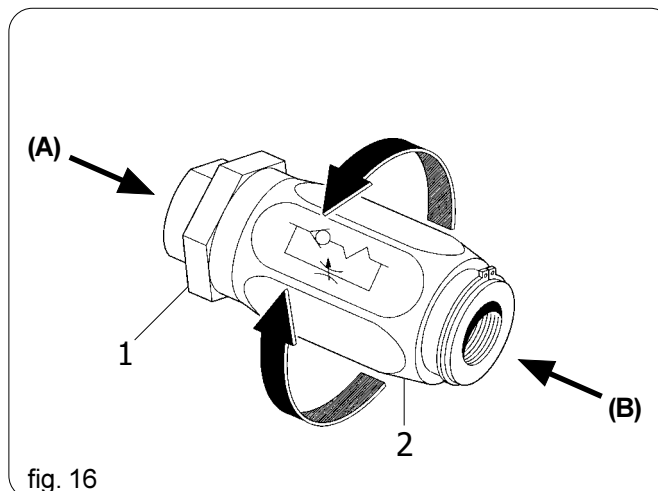

fig. 16
Gli impianti oleodinamici in dotazione sono integrati con regolatori di flusso unidirezionali (fig. 16) che permettono di regolare la quantità d'olio, in apertura od in chiusura a seconda del senso di montaggio degli stessi.
The hydraulic systems provided come equipped with one-way flow regulators (Fig. 16) which allow for the regulation of the quantity of oil during opening or closing, depending on how the regulators have been installed: Flow from A to B, free; Flow from B to A, choked (regulated). To regulate, loosen the lock nut (1) and turn the knob (2). Once this adjustment has been made, re-tighten the lock nut.
Die mitgelieferten öldynamischen Anlagen sind mit Flußreglern (Abb. 16) ausgestattet, die eine Einstellung der Ölmenge beim Öffnen oder Schließen je nach Montagerichtung derselben ermöglichen: Fluß von A nach B frei; Fluß von B nach A gedrosselt (eingestellt). Die Feststellnutmutter (2) lockern und den Drehknopf (3) zwecks Einstellung drehen. Nach der Einstellung ist die Feststellnutmutter wieder festzuziehen.
Les installations oléodynamiques en dotation sont équipées de régulateurs de flux unidirectionnels (fig. 16) permettant de régler la quantité d'huile, en phase d'ouverture ou de fermeture selon leur sens de montage: Flux de A à B libre; Flux de B à A étranglé (régulé). Desserrer l'écrou de blocage (2) et tourner la poignée (3) pour le réglage. Une fois le réglage terminé, resserrer l'écrou de blocage.
Las instalaciones hidráulicas suministradas están equipadas con reguladores de flujo unidireccionales (fig. 16), que permiten regular la cantidad de aceite durante la apertura o cierre, según la dirección de montaje de los mismos: flujo desde A hacia B libre; flujo desde B hacia A estrangulado (regulado). Afloje la rosca de bloqueo (1) y gire el botón (2) para la regulación. Concluida la regulación, apriete de nuevo la rosca de bloqueo.